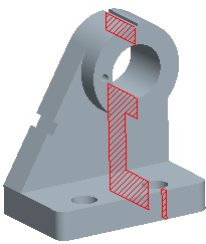

图 5.9.8 “平面”横截面
- “平面”横截面：用平面对模型进行剖切，如图 5.9.8 所示。
下面以零件模型 x_section.prt 为例，说明创建图 5.9.8 所示的“平面”横截面的一般操作过程：